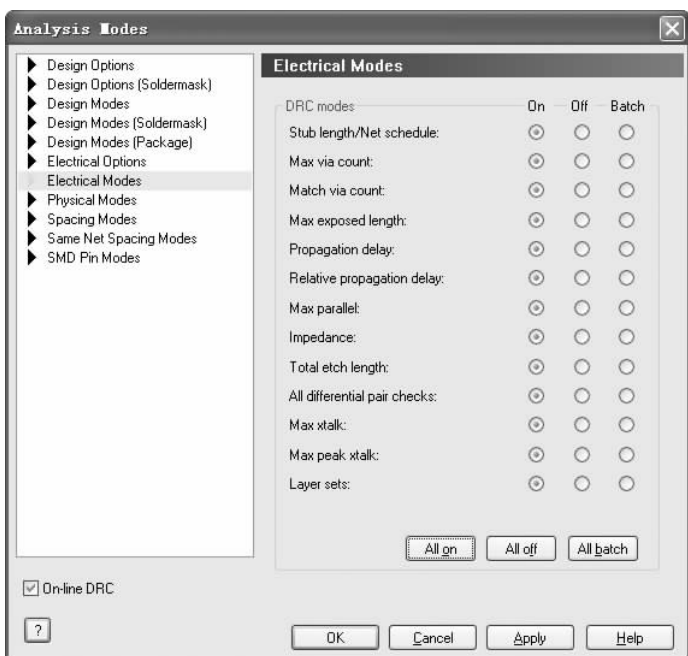

图 12-31 “Analysis Modes（分析模式）”对话框
- 4) 选择菜单栏中的“Setup（设置）”→“Constraints（约束）”→“Modes（模式）”命令，将弹出“Analysis Modes（分析模式）”对话框，如图 12-31 所示，在“Modes（模式）”对话框中将所有的选项选中 On 状态。